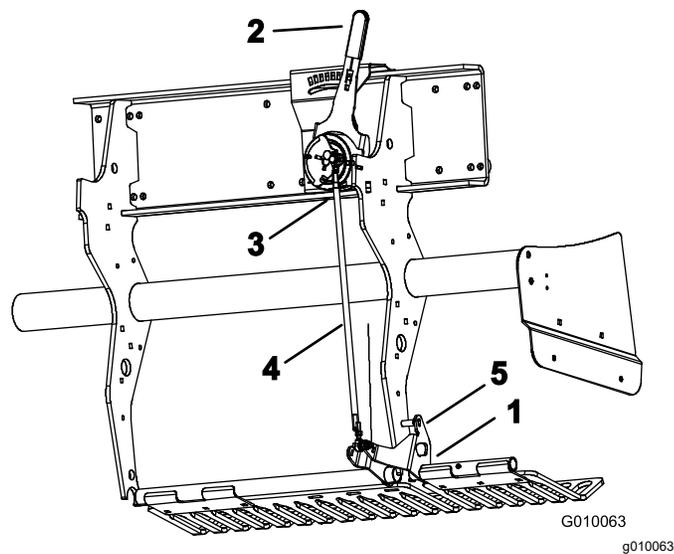

Bild 60
2. Drehen Sie die linke Befestigungshalterung der Rasenschutzvorrichtung (Bild 60) nach oben, bis Sie einen Arretierbolzen zwischen die Halterung und das am Rahmen angeschweißte Tiefen-Einstellrohr einführen können, wie z. B. eine 8-mm-Bohrstange oder einen Bolzen.
3. Schieben Sie den Tine-Tiefenhebel (Bild 60) auf die H-Stellung (tiefste Einstellung).
4. Schließen Sie den Außenkugelschalter (Bild 60) vom Kabelbaum ab (Schalter für das Absenken des Kopfes).
5. Lösen Sie die Klemmmuttern (linke und rechte Seite) an der Spurstange für die Tiefeneinstellung (Bild 60).